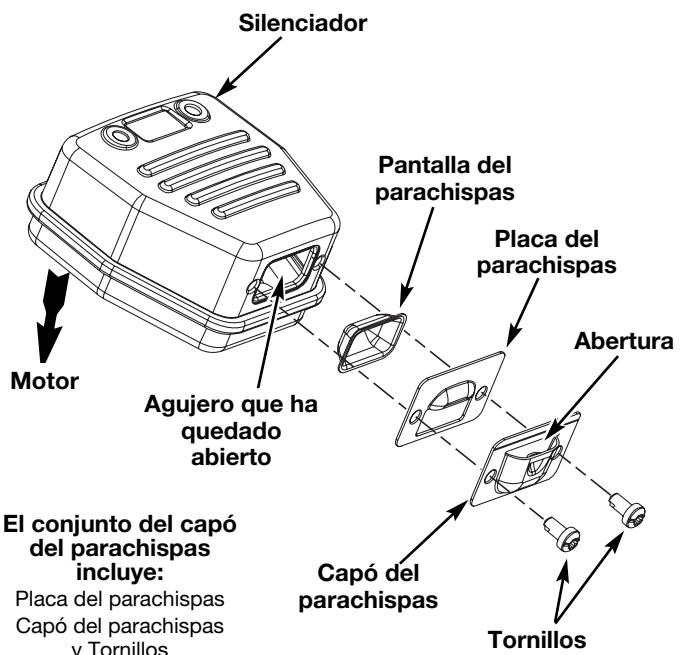

Fig. 21
2. Localice el silenciador, pero no lo quite. Busque los dos (2) tornillos en la parte inferior del silenciador (Fig. 21). Estos dos tornillos unen el conjunto de deflector de escape y la pantalla del parachispas a la parte inferior del silenciador. Quite los dos (2) tornillos usando una llave torx No. 20 o un destornillador plano.
6. Coloque la placa del parachispas encima del parachispas con el lado "levantado" hacia arriba mirando al motor (Fig. 21).
7. Coloque el capó del parachispas encima de la placa del parachispas con el lado "levantado" hacia arriba y la apertura mirando en dirección CONTRARIA al motor (Fig. 21). Asegúrese de que el escape se dirija en dirección CONTRARIA al motor.